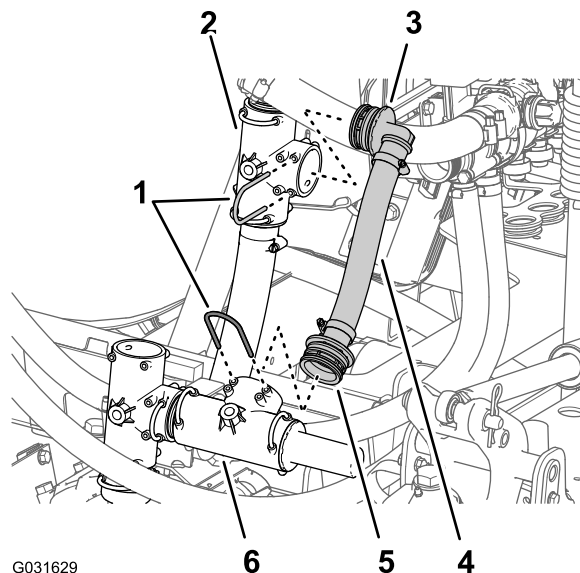

Figura 34
1. Retire o retentor que prende a união roscada reta da tubagem de descarga de pressão à válvula de descarga de pressão para o sistema de pulverização (Figura 34).
2. Retire o retentor que prende a união estriada a 90° da tubagem de descarga de pressão à união em T para o circuito de fornecimento da bomba de pulverização (Figura 34).
3. Retire a tubagem de descarga de pressão e as uniões da máquina (Figura 34).